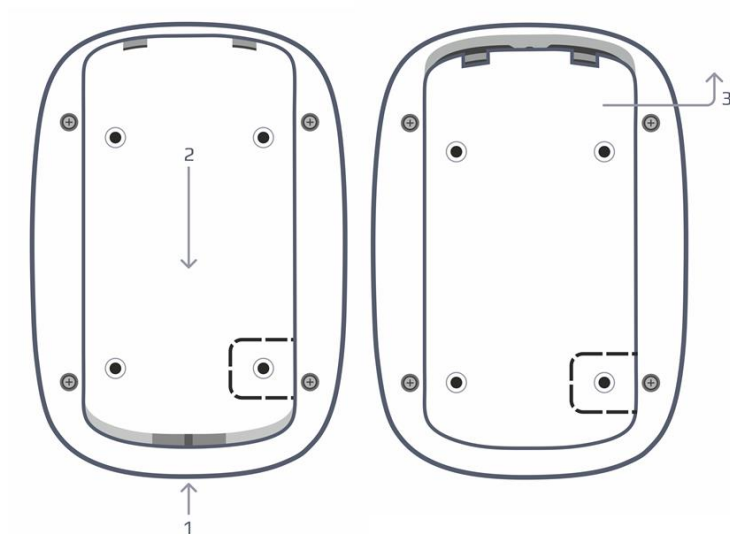

Рисунок 5.2 – Снятие задней крышки корпуса клавиатуры
2. Снимите заднюю крышку-кронштейн, потянув её вниз (см. рисунок 5.2).